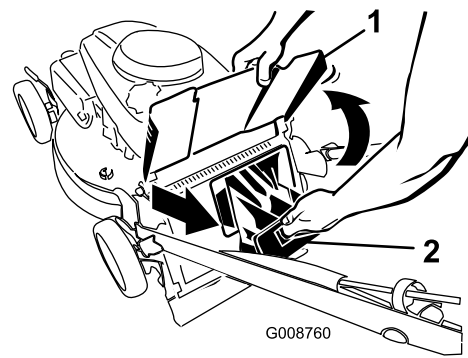

Figure 20
2. Soulevez le déflecteur d'éjection et gardez-le dans cette position (Figure 20).